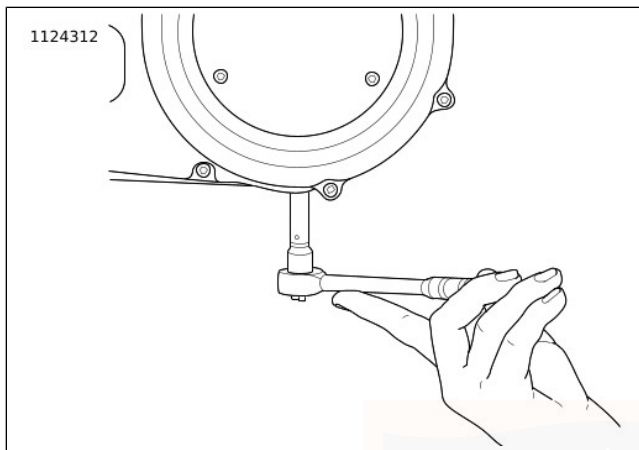

Figure 59. Dépose/pose du bouchon de vidange du carter de chaîne
2. Voir Figure 59. Vidanger le lubrifiant dans un récipient approprié.